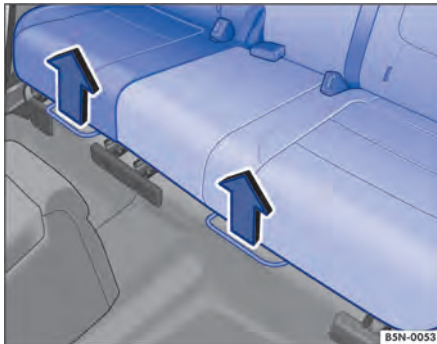

Fig. 47 Ajustar o banco traseiro.
- Puxar a alavanca direita ou esquerda para cima na direção das setas ⇒ **Fig. 47** e deslocar a respectiva parte do banco traseiro no sentido longitudinal para frente ou para trás.